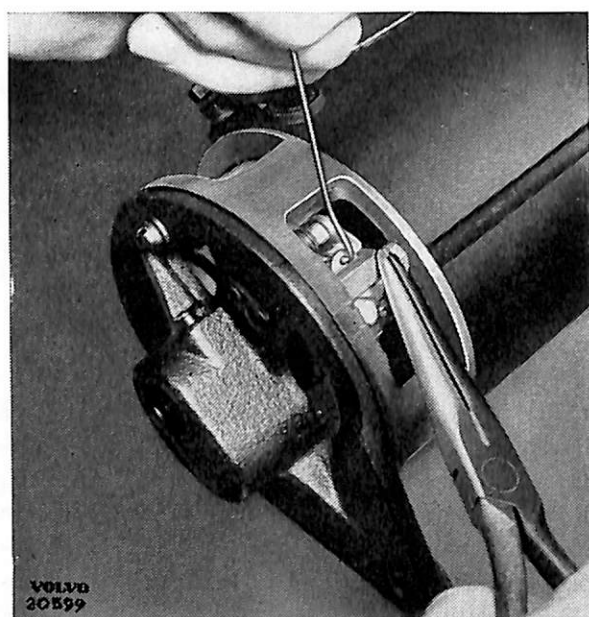

Bild 12. Demont. av elborste.
2. Skruva loss elborstarnas anslutningsledningar. Lyft upp tryckarmarna eller fjäderna för elborstarna med en krok och drag upp elborstarna, se bild 12.
Tag bort elborstarna genom att lossa förbindningen vid borsthållaren, lyft upp borstfjädern eller fjädern och drag upp elborsten med en tång, se bild 12.